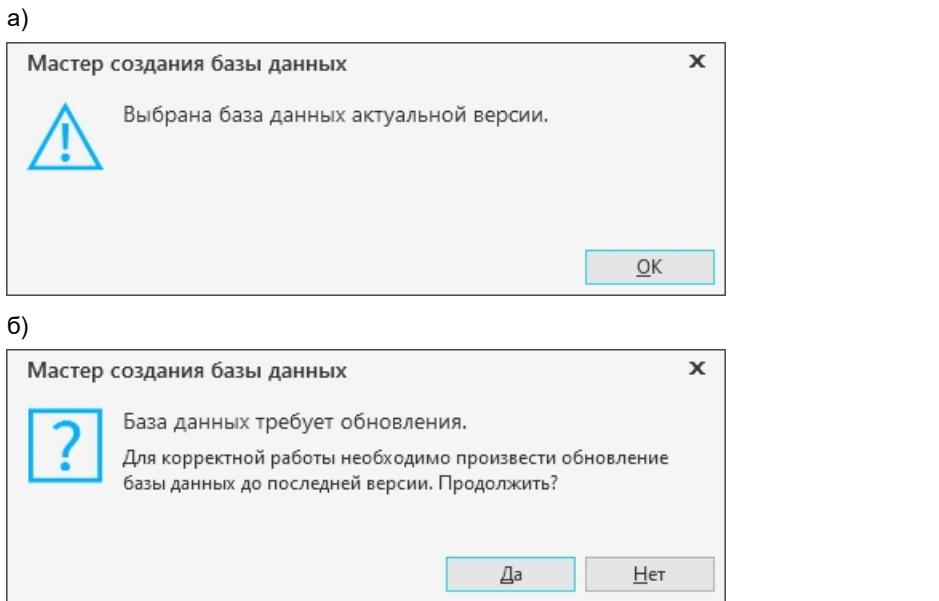

Рис. 4.55
- ◆ Если была выбрана существующая база данных актуальной версии, откроется окно с соответствующей информацией (рис. 4.55, а). Нажмите кнопку **OK**.
- ◆ Если была выбрана база предыдущей версии (для Хранилища профилей или системы Нормирование материалов), откроется окно с предложением обновления базы до актуальной версии (рис. 4.55, б). Нажмите кнопку **Да**.